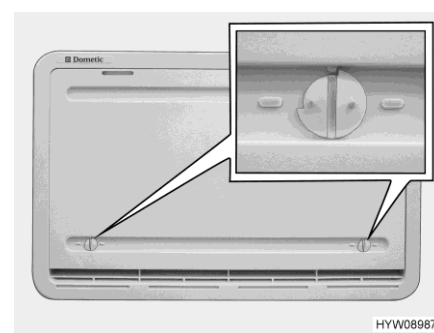

Fig. 186 Copertura invernale (griglia di aerazione del frigorifero)
Le coperture invernali (Fig. 186) proteggono il gruppo frigorifero dall'aria fredda. Posizionare le coperture invernali davanti a entrambe le griglie di aerazione del frigorifero quando la temperatura esterna scende al di sotto di +10 °C (sia per funzionamento elettrico che a gas).
- Aprire entrambi i bloccaggi (Fig. 186), la scanalatura risulterà orizzontale.